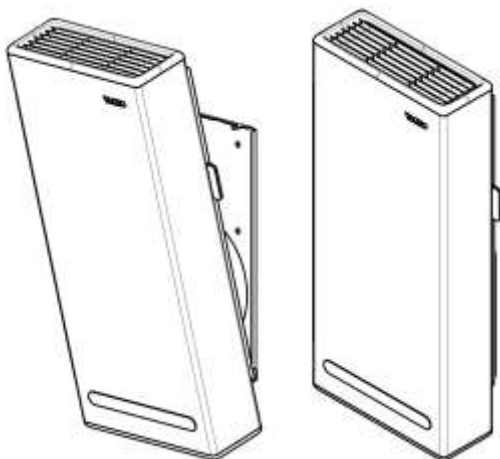

Рис. 18
9. Установите глушитель в паз монтажной пластины под углом 30° и прижмите шумоглушитель к стене до срабатывания замка. Убедитесь в надежной фиксации прибора, см. Рис. 18